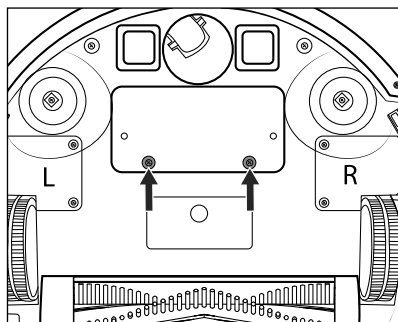

Fig. 16
- 1) Løsn de to skruer til batterirummets afdækning **29** (se fig. 16) på undersiden af produktet med en stjerneskruetrækker, og fjern dem fra produktet. Tag batterirummets afdækning **29** af produktet.